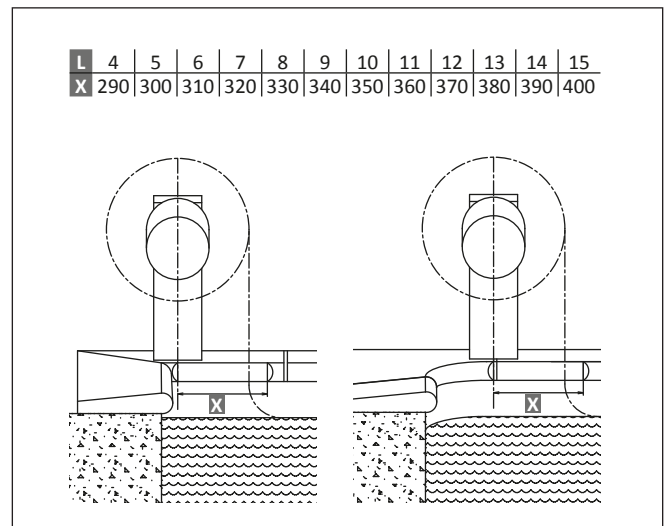

Abb. 14
3.7 Zuschnitt der Randsteine (Abb. 14 und 15)